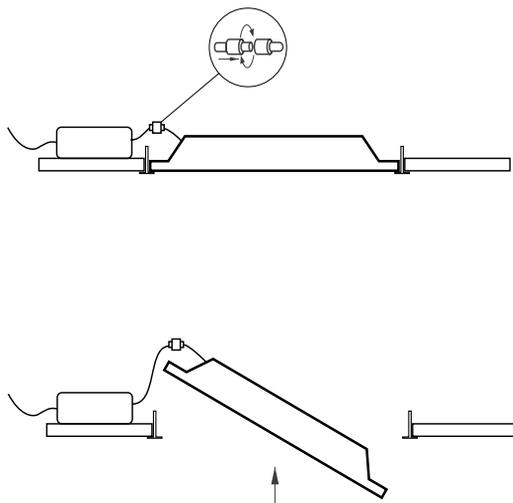

Рис. 2. Установка и подключение светильника
- 3.6. Установите светильник и блок питания в ячейку Т-профиля «Армстронг», как показано на рис. 2. Не размещайте блок питания на задней поверхности светильника. Разместите его на соседней декоративной панели. Это снизит нагрев и продлит срок службы светильника.